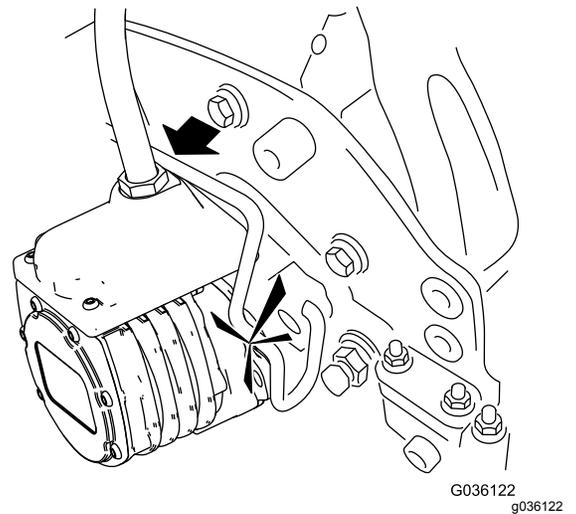

图51
6. 在滚刀组马达的花键轴上涂抹干净的润滑脂图51。
7. 将马达插入滚刀组左侧从操作员的位置看并将滚刀组上的马达固定架拉向马达直到听见马达两侧发出“咔哒”的声音图51。